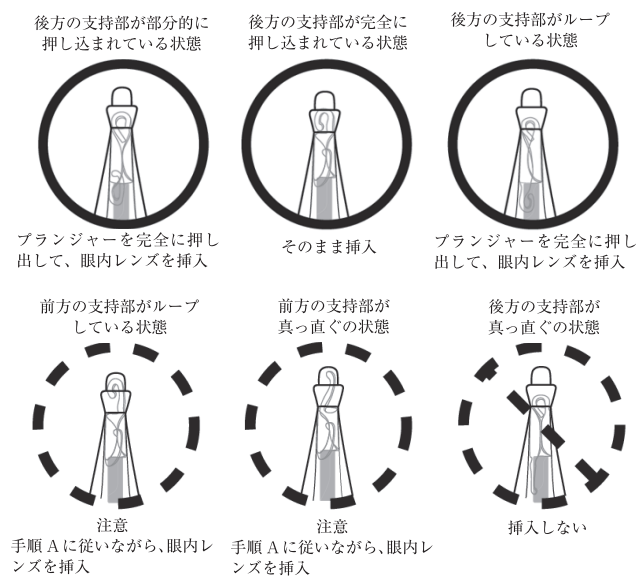

図4
11. 前方及び後方の支持部の状態を見るためレンズを目視で確認する（図4）。プランジャーは、後方の光学部エッジに接していること。